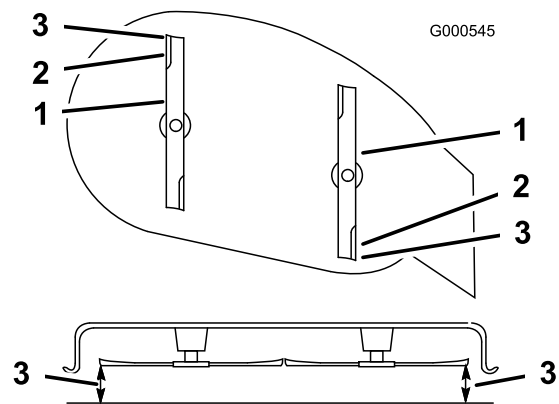

Figura 38
- Mida entre la parte superior de la cuchilla delantera y la superficie plana y entre la punta de la cuchilla trasera y la superficie plana (Figura 38). Si la punta de la cuchilla delantera no está entre 0 a 6 mm más baja que la punta de la cuchilla trasera, ajuste la contratuerca delantera.
Nota: Siga ajustando la tuerca hasta que la punta de la cuchilla más avanzada esté de 0 a 6 mm más baja que la punta de la cuchilla más atrasada (Figura 38).